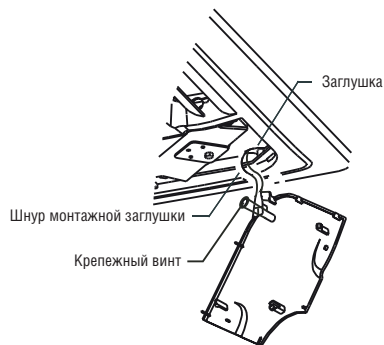

Рисунок 4-18
- Прикрепите шнур монтажной заглушки к болту заглушки. (См. рис. 4-18).